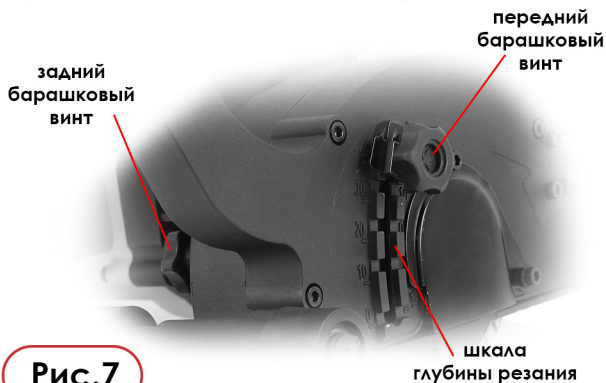

Рис.7
1. Ослабьте передний и задний барашковые винты (Рис. 7) (расположены на защитном кожухе) чтобы можно было вытащить из позиционирующей канавки стопор опорной плиты. После выбора глубины резания снова вставьте оба стопора в переднюю и заднюю позиционирующие канавки и затяните барашковые винты.